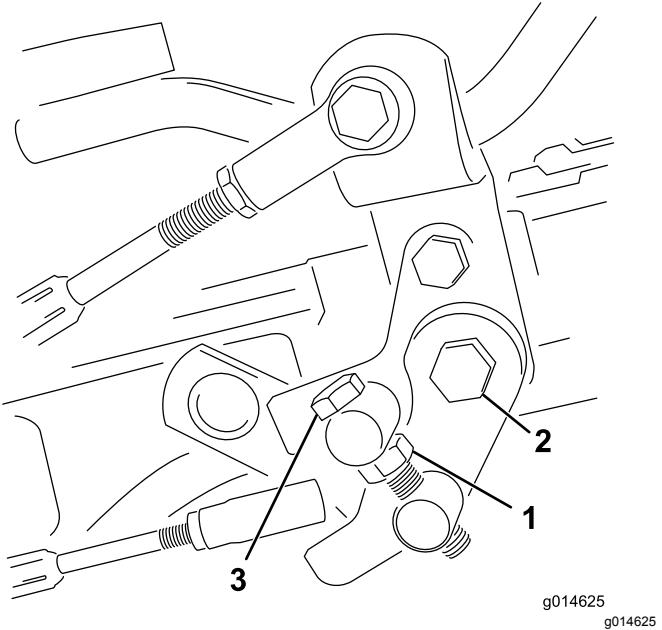

Bild 49
1. Lösen Sie die Klemmmutter an der Drehzapfenkopfschraube (Bild 49).
4. Ziehen Sie die Klemmmutter an der Drehzapfenkopfschraube und die Mutter am Pedalgelenk fest, um die Einstellung zu arretieren (Bild 49). Prüfen Sie die Einstellung und nehmen Sie ggf. eine weitere Einstellung vor.